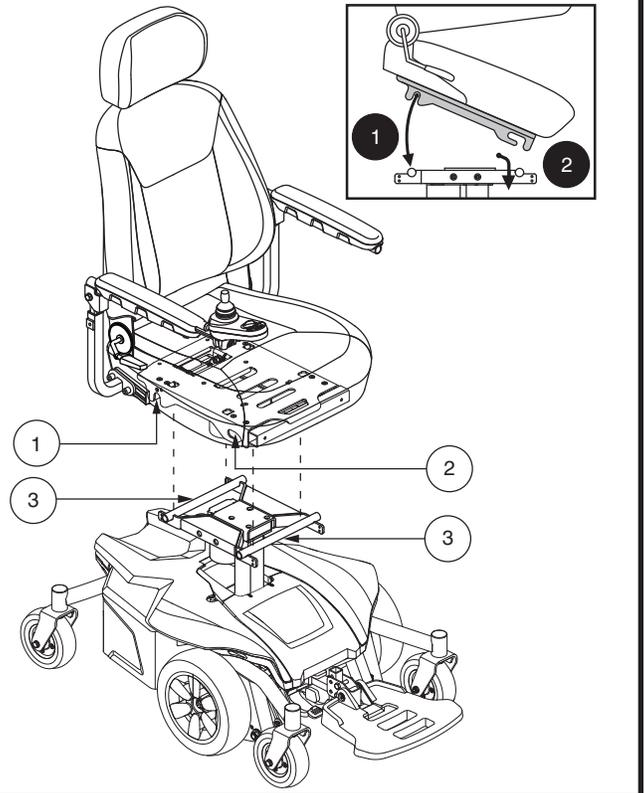
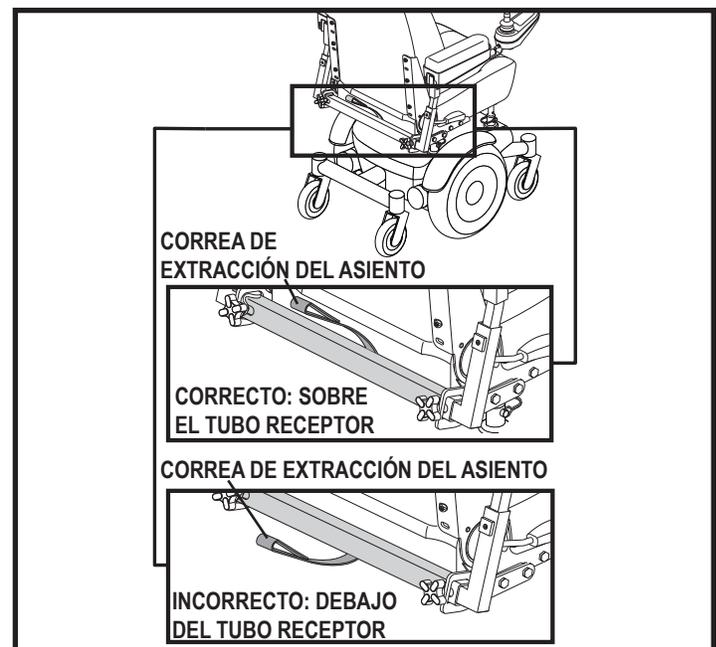

Figura 8. Conjunto de asiento (solo asiento de elevación eléctrica)
Figura 9. Enrutamiento de la correa de tracción de liberación del asiento
Instale el asiento antes de utilizar la silla por primera vez o tras haberla transportado a su lugar de destino. Los dos componentes principales son de aluminio extruido y están ubicados en la base del asiento. Estas piezas se unen a un par de barras trapezoides que se acoplan a la base eléctrica. **Ver figura 8.**
4. Inclíne el asiento hacia adelante y coloque las dos ranuras delanteras sobre la barra trapecio delantera. **Ver la figura 8.**
5. Baje el asiento sobre la barra trapecoidal delantera y empuje hacia adelante hasta que la barra trapecio delantera se deslice dentro de las dos ranuras frontales. Consulte **la figura 8.** Asegúrese de que la correa de extracción del tirador del asiento esté dirigida hacia atrás en la parte superior del tubo receptor del apoyabrazos. **Ver la figura 9.**